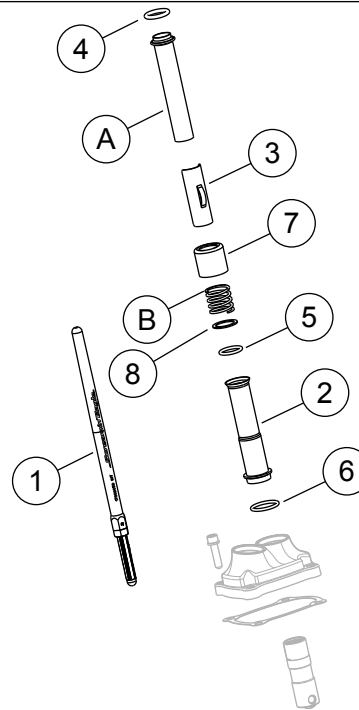

Figure 5. Mga Pamalit na Piyesa
Tingnan ang Figure 5 at Talahanayan 1 .
5. Tingnan ang Figure 3 at Figure 5 . Ikabit ang mga intake pushrod sa mga takip ng pushrod. Palitan ang mga O-ring, ibaba ang takip ng pushrod at keeper ng takip ng spring gamit ang mga bagong piyesang kasama sa kit. Tiyaking nakababa ang adjuster end ng pushrod.